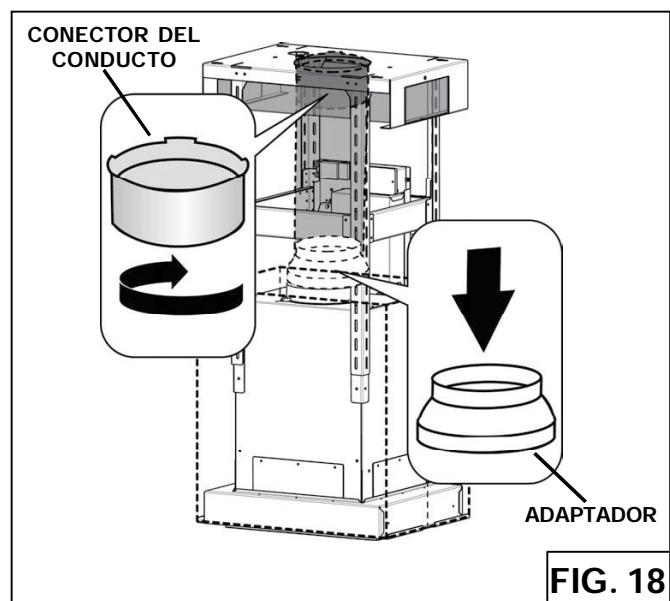

FIG. 18
3. Una el adaptador 6"-to-8" a la salida del extractor y una el conducto conector de 6" a la cámara (Fig.18).
4. Una el ducto expandible a la cámara a través del conducto conector (Fig.18).